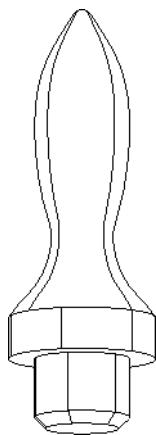

图 7-28 曲面生成实体
- 04 系统弹出信息提示对话框，如图 7-27 所示，单击对话框中的“否”按钮，即可将曲面转换为实体，如图 7-28 所示。